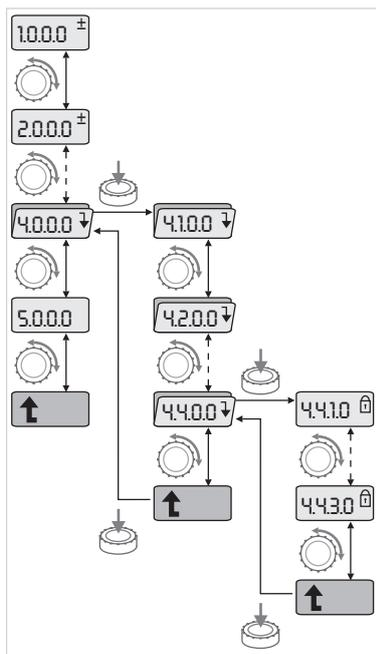

Fig. 41: Exemple de navigation
- Procéder à la navigation normale dans le menu comme suit (exemple, voir fig. 41) :